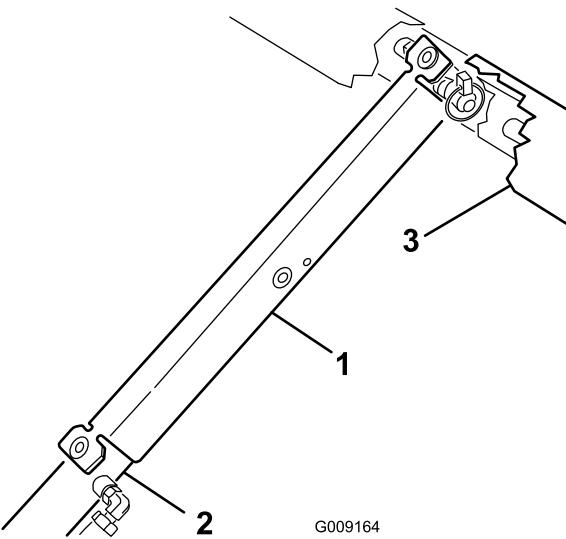

Figura 31
3. Spingete il supporto del pianale sull'asta del cilindro, assicurandovi che le alette alle estremità del supporto poggiino sull'estremità della canna del cilindro e sull'estremità dell'asta del cilindro (Figura 31).